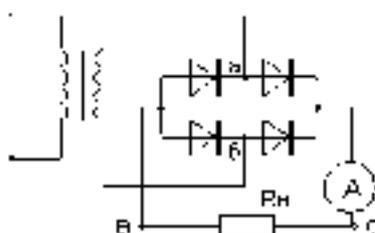

Рисунок 2
3. Исследовать двухполупериодный выпрямитель рисунок 2.
Собрать схему рисунок 2. В точках а и б; с и в снять осциллограммы, измерить амплитуды напряжений и тока в нагрузке, рассчитать сопротивление нагрузки.